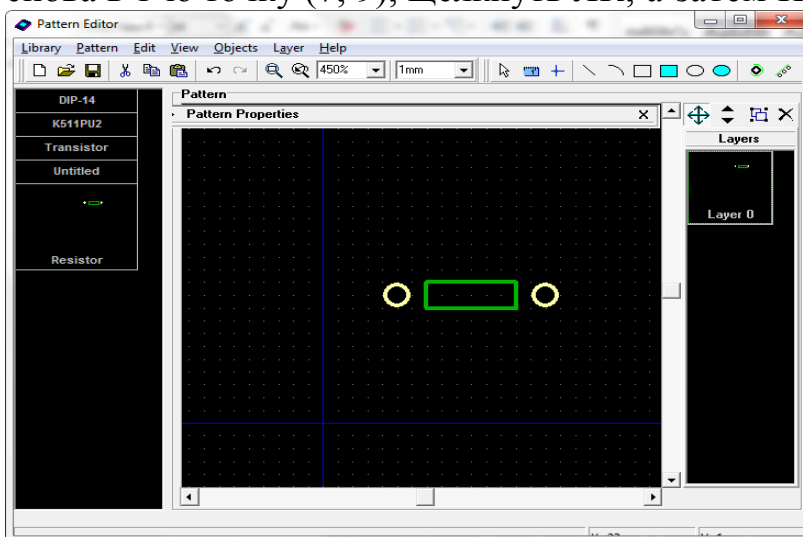

Рис. 3.6.3
5) Установить шаг сетки 1 мм. Начертить прямоугольный контур микросхемы. Для этого выполнить команду **Line**. Поставить курсор в 1-ю точку (7; 9) и щелкнуть ЛК. Перевести курсор во 2-ю точку (13; 9) и щелкнуть ЛК. Переместить курсор в 3-ю точку (13; 11) и щелкнуть ЛК. Установить курсор в 4-ю точку (7; 11), щелкнуть ЛК. И, наконец, переместить курсор снова в 1-ю точку (7; 9), щелкнуть ЛК, а затем ПК (рис. 3.6.3).